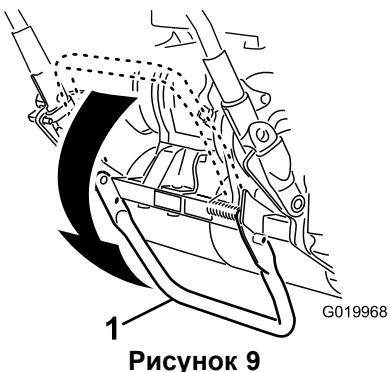

Рисунок 9
1. Отожмите откидную ножку вниз ногой **до середины откидной ножки** и вытягивайте ручку машины до поворота откидной ножки вперед вокруг центральной части (Рисунок 9).